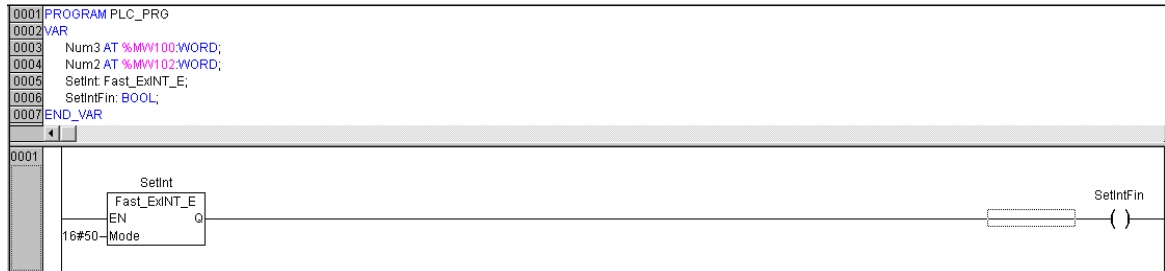

图 B-4-1
(1) 首先要将程序所用到的库 Hollysys_PLC_Ex_ExINT.lib 添加到库管理器，如何添加库请参见 1.5 节。
(2) 按照要求，I0.6、I0.7 每到达一个上升沿产生中断，I1.0 不使用，则 Fast_ExINT_E 指令的 Mode=16#50，主程序变量定义与梯形图如图 B-4-1。